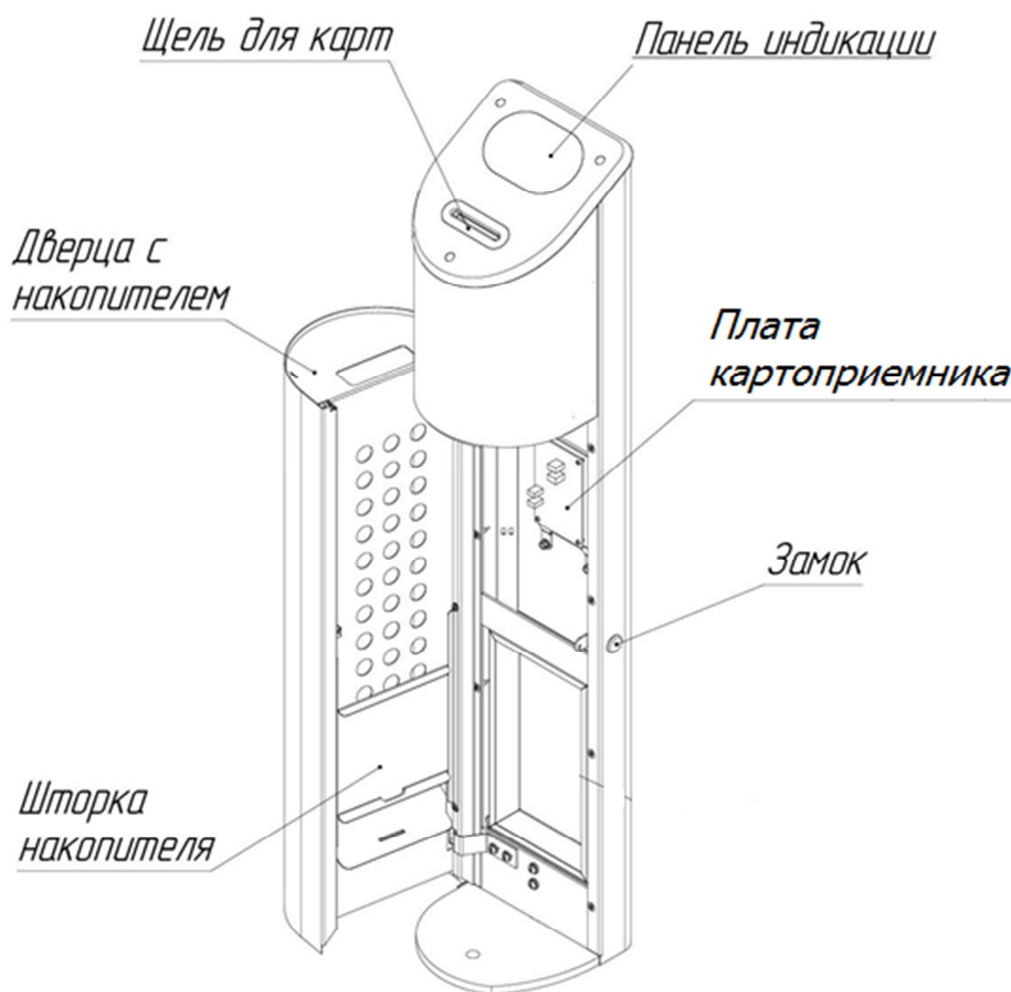

Рис. 8. Общий вид картоприемника
7.3.1. Откройте замок дверцы картоприемника с помощью ключа (рис. 8).
- откройте дверцу картоприемника с помощью ключа (рис. 8);